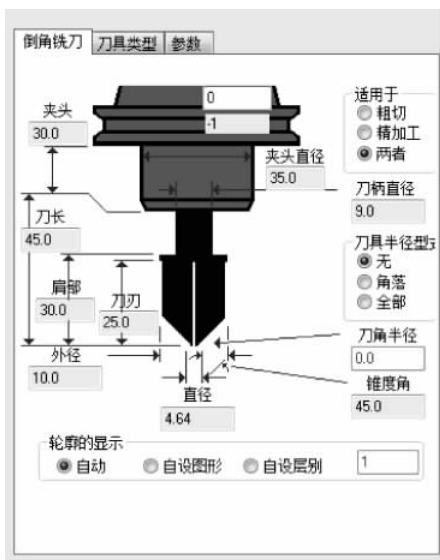

图 5-119 设置刀具形状参数
(3) 打开“倒角铣刀”选项卡,设置刀具形状参数如图 5-119 所示。